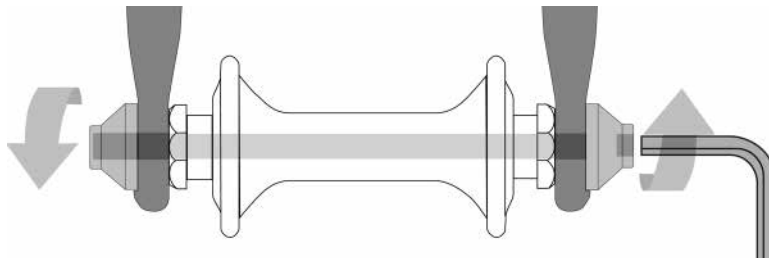

fig. 18
2. Un axe creux traversé par un arbre (« de serrage »), lequel axe comporte un écrou à une extrémité et un raccord pour une clé hexagonale, un levier de verrouillage ou un autre dispositif de serrage à l'autre extrémité (fig. 18)